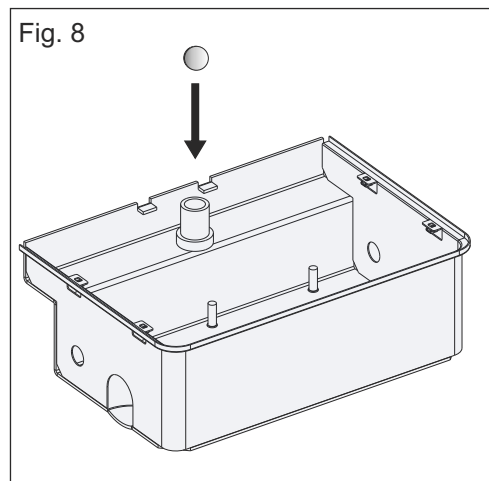

Fig. 8
**2.5.** Insertar la bola suministrada en el eje perforado de la caja de fundación (Fig.8)